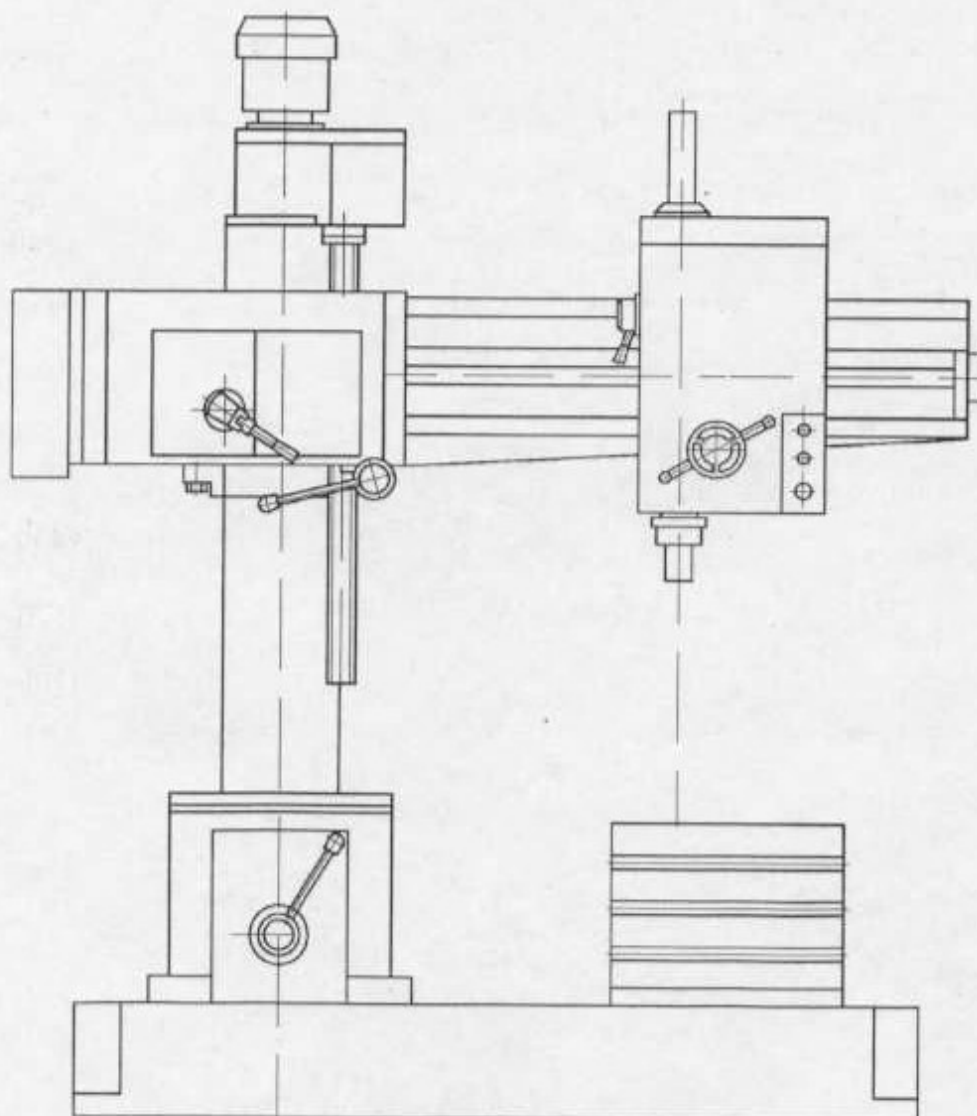

Рис.1. Станок радиально-сверлильный
1.3 Общий вид станка см. рис.1.